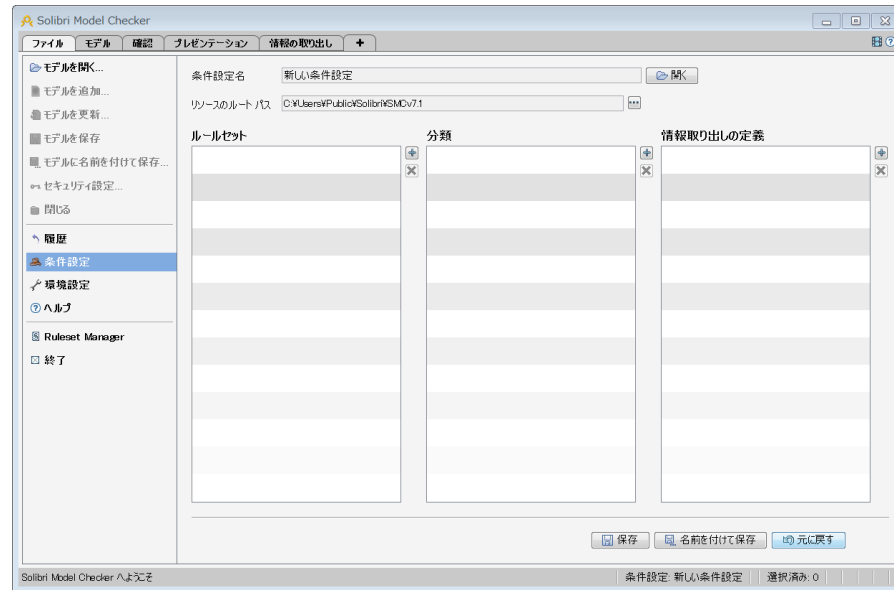

図4 ファイル レイアウトと条件設定
5) 条件設定を選択し、設定画面を表示します。(図4を参照)